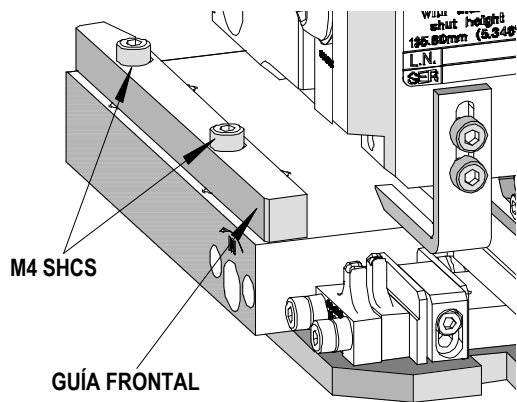

Figura 2-38
3. Para ajustar la guía frontal, use una llave hexagonal de 3 mm para aflojar los (2) M4 SHCS que sujetan la guía al riel. Véase la figura 2-38.